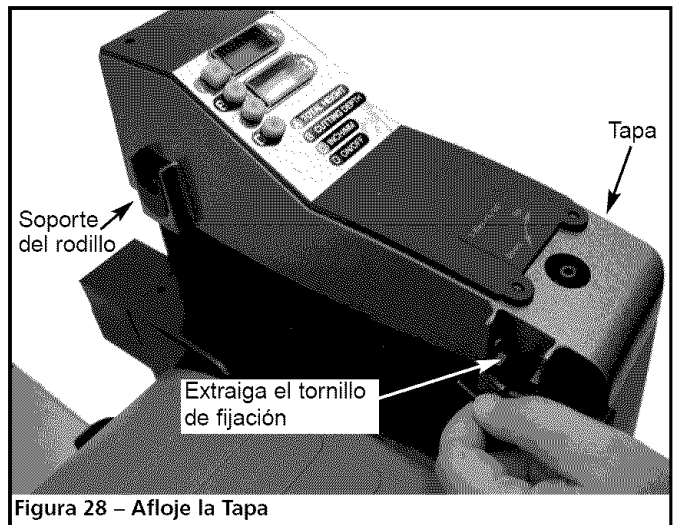

Figura 28 – Afloje la Tapa
- Extraiga los rodillos de retorno. Apalanque los soportes del rodillo hacia arriba y fuera de la tapa. Extraiga el tornillo de fijación de cada columna debajo de la tapa (vea la Figura 28).